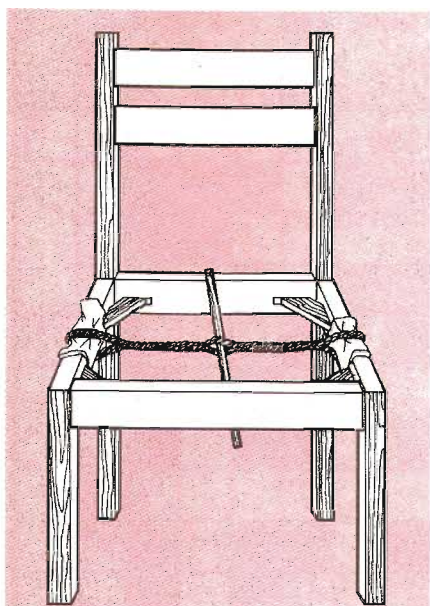

Рис. 4.
2. Снова соединяем детали на клею. Если нет под рукой больших струбцин, берем крепкую веревку, обматываем ею дважды стол и стягиваем, скручивая веревку деревянным воротком (рис. 4, 5). По углам под веревку предварительно кладем подкладки, чтобы не царапать мебель.